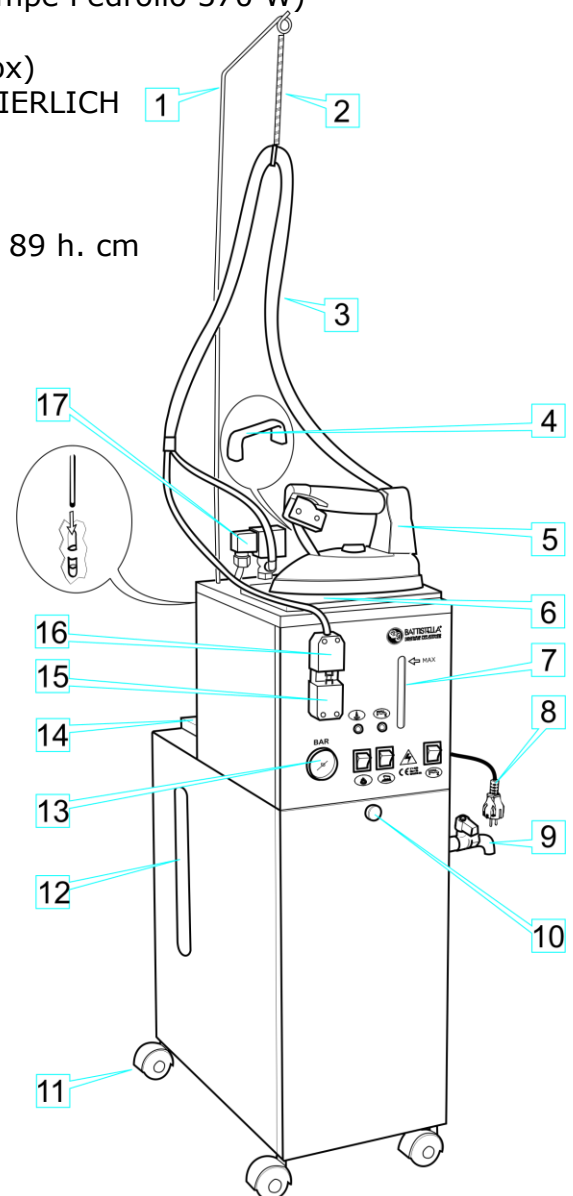
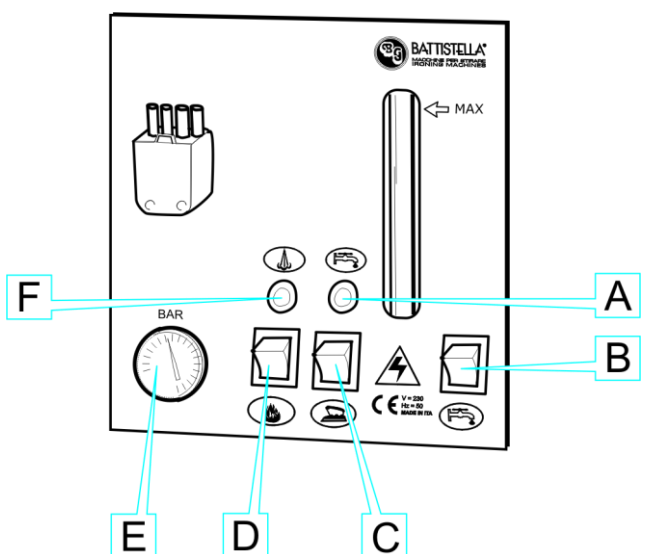
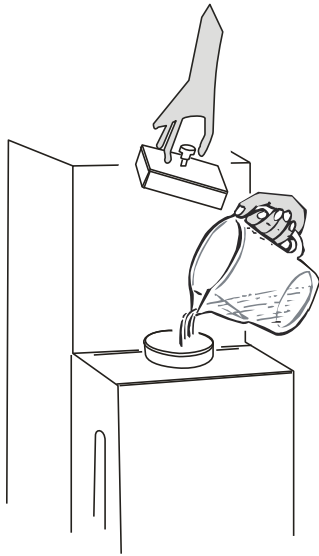
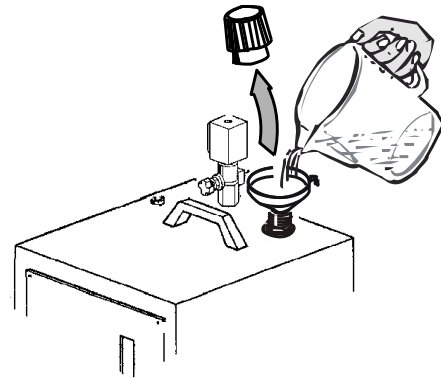

Abb. 1
Abb. 2
Abb. 6
Abb. 7
2. Nehmen Sie das halbautomatische Modell BARBARA 31 aus dem Karton, montieren Sie die Antenne und setzen Sie sie in den speziellen Antennenhalter auf der Rückseite des halbautomatischen Modells BARBARA 31 ein (Abb. 1). Kontrollieren Sie, dass die Antenne gut bis zum Ende eingesetzt wurde.
3. Befestigen Sie die Kabelfeder am Antennenhaken und vermeiden Sie dabei Verdrehungen (Abb. 1).
4. Legen Sie das Bügeleisen auf die mitgelieferte Gummi-Abstellfläche (Abb. 1).
Auf diese Weise kann das Gerät schneller mit Wasser versorgt werden, ohne dass man auf die Abkühlung des Gerätes warten muss. Füllen Sie den Tank mit Wasser (Abb. 6) und stecken Sie den Stecker in die 230 V 16 A Steckdose. Schalten Sie den Schalter der Pumpe (Abb. 2 B) so ein, dass die gewünschte Wassermenge in der Dampfstation geladen wird. Wenn Sie das Wasser nicht mehr aus dem Tank in die Dampfstation auffüllen möchten, schalten Sie den Schalter aus, um zu verhindern, dass die Pumpe weiterhin Wasser lädt.
Schrauben Sie den Ventildeckel des halbautomatischen Modells BARBARA 31 ab (Abb. 1), füllen Sie den Tank der Dampfstation mit der gewünschten Wassermenge (Abb. 7) auf und achten Sie darauf, dass er nicht überläuft. Schrauben Sie den Deckel wieder auf, indem Sie diesen am Kunststoffteil halten und berücksichtigen Sie die Warnung, den Deckel nicht zu stark anzuziehen, da sonst die Dichtung beschädigt wird (siehe Abschnitt 7).
NB: in beiden Fällen wird empfohlen, die Maximalmarke nicht zu überschreiten (Abb. 2) und sicherzustellen, dass der Dampfstations-Entleerungshahn geschlossen ist (Abb. 8).
3. Schalten Sie den Schalter der Dampfstation (Abb. 2 D) und den Schalter des Bügeleisens (Abb. 2 C) ein und stellen Sie den Thermostat-Regler (Abb. 4) auf die Einstellung „Baumwolle“.
4. Warten Sie bis die Leuchte der Dampfstation erlischt (Abb. 2 F). Der Druckmesser soll ca. 2,8 bar anzeigen (Abb. 2 E). Heben Sie nun das Bügeleisen mittels des Korkgriffs an und drücken Sie die kleine Taste seitlich vom Griff (Abb. 5) 4-5 mal, um Dampf abzulassen. Achten Sie darauf, dass der Dampf gut gesättigt ist (durch das Drücken der kleinen Taste, wobei die Bügelsohle dem Boden zugewandt werden soll). Sie können die gewünschte Dampfmenge auch mittels Drehen des Dampfstellknopfs des Magnetventils einstellen. Nach Abschluss dieser Tätigkeiten ist das Bügeleisen bereit zum Bügeln. Während des Bügelns leuchtet die Dampfstationsleuchte auf und erlischt kontinuierlich, ein Zeichen, dass sie in normaler Funktionsweise arbeitet (Abb. 2 F).
3. Wir raten dazu das Bügeleisen beim Bügeln nur auf die Gummiablage abzustellen (Abb. 1).
Sollte es kein Wasser mehr geben, wird dies mittels Leuchte „Ohne Wasser“ signalisiert. Schalten Sie an dieser Stelle den Wassernachfüllschalter (Abb. 2 B) ein, laden Sie die gewünschte Wassermenge auf (Abb. 6) und achten Sie darauf, die Maximalmarke nicht zu überschreiten. Wenn das Wasser den gewünschten Füllstand erreicht hat, schalten Sie den Schalter aus und warten Sie, bis die Kesselbeleuchtung erlischt (Abb. 2 F). Das Bügeleisen ist wieder bügelfertig (siehe Abschnitt 4, Punkt 1 a).
Sollte der Behälter ganz ohne Wasser bleiben, ist es notwendig, den Stecker des halbautomatischen Modells BARBARA 31 zu ziehen und zu warten, bis der vom Druckmesser angezeigte Druck auf 0 BAR fällt, um die korrekte Funktion des Gerätes wiederherzustellen. Füllen Sie dann den Wassertank (Abb. 6) wieder auf und schalten Sie das halbautomatische Modell BARBARA 31 wieder ein.
4. Füllen Sie den Tank der Dampfstation je nach Bedarf mit Wasser auf (Abb. 7). Nicht überfüllen (siehe Abschnitt 4, Punkt 1 b)! Es wird empfohlen, die Dampfstation mit einem Trichter zu befüllen. Schrauben Sie den Ventildeckel wieder auf (Abb. 1), stecken Sie den Stecker wieder ein und warten Sie, bis die Tank-Warnleuchte erlischt (Abb. 2 A);